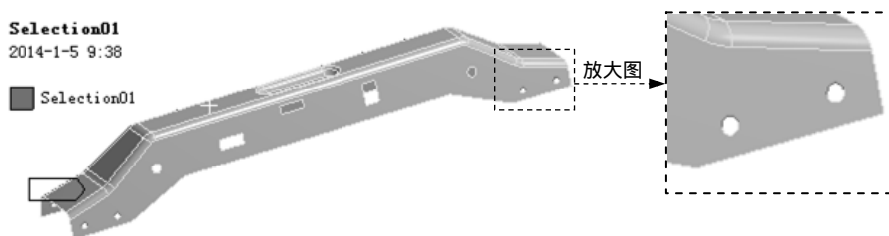

图 9.5.14 创建命名选择集 Selection01
(4) 打开 **Graphics** 选项卡，切换几何显示界面，结果如图 9.5.14 所示。